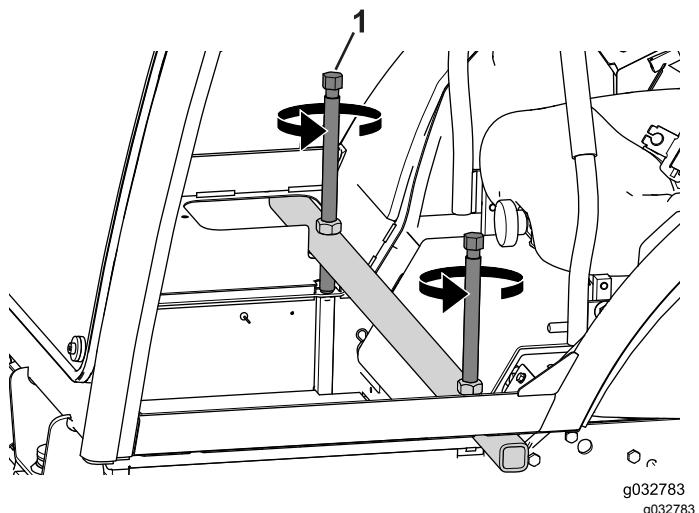

図 70
1. 左右の昇降ねじを交互にそれぞれ数回ずつ回転させてキャブを徐々に機体に降ろす図 70。